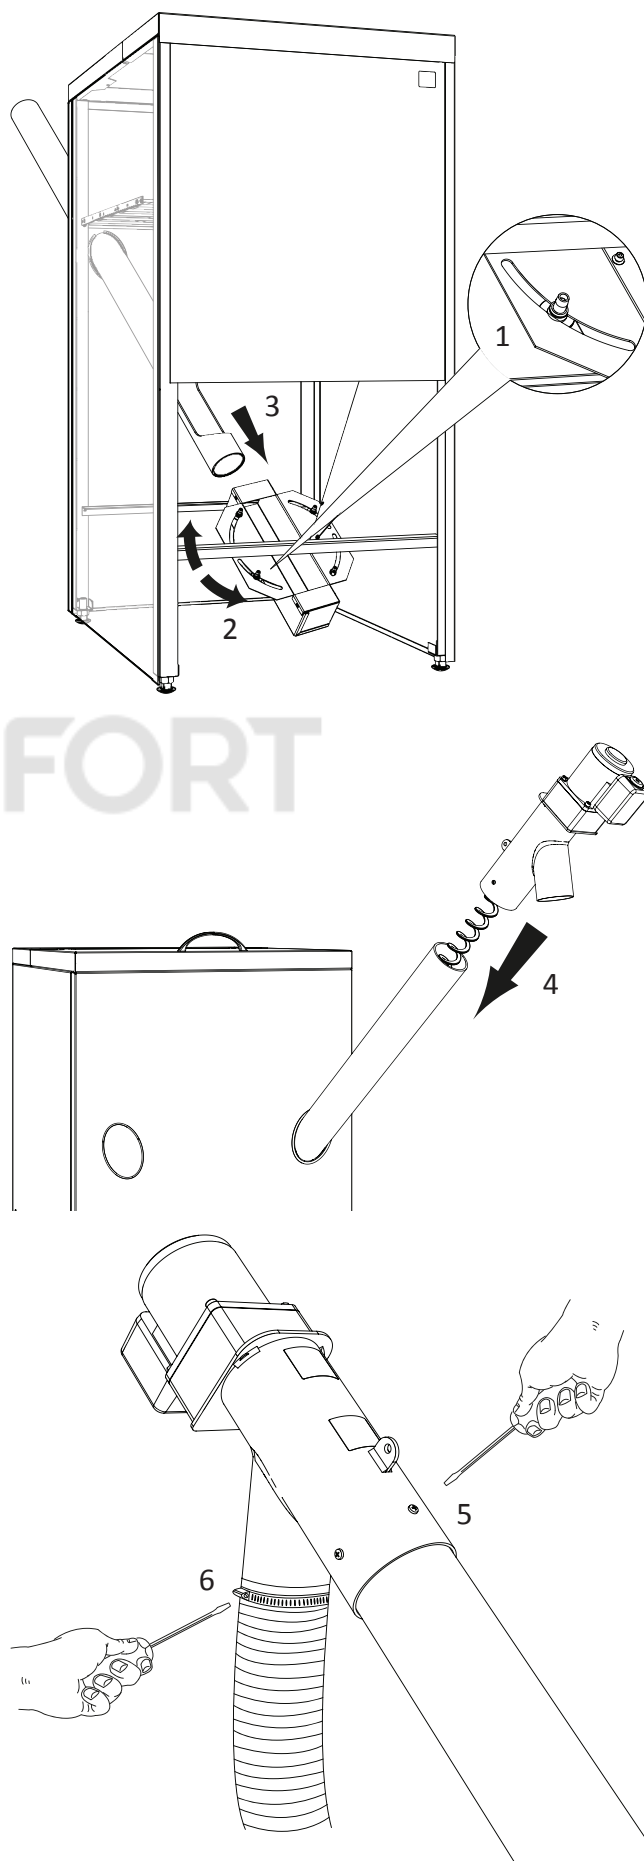

Рис. 8 Монтаж комплекта
2. Ослабить прижимные болты поворотной ручки механизма подачи (Рис. 8 п. 1) и повернуть ручку макс. Влево или вправо – в зависимости от расположения механизма подачи (Рис. 8 п. 2).
3. В ранее проделанное монтажное отверстие вставить до конца транспортную трубу механизма подачи (Рис. 8 п. 3) (для точной установки) и завинтить прижимные болты поворотной ручки.
1. Вставить в транспортную трубу спираль механизма подачи (Рис. 8 п. 4).
3. Прикрепить гибкую гофрированную трубу шнековыми обручами к соединителя механизма подачи и засыпной трубе горелки (Рис. 8 п. 6).
5. После определения оптимального наклона соединителя при помощи прилагаемого сверла проделать отверстия в транспортной трубе механизма подачи (через отверстия в соединительной трубе), а затем привинтить их друг к другу при помощи прилагаемых болтов (Рис. 8 п. 5).